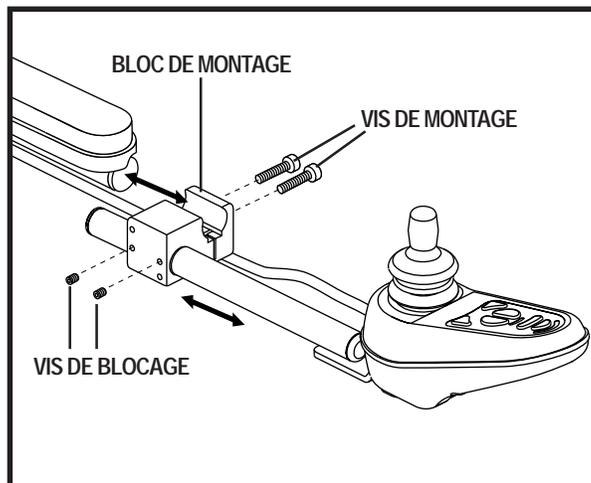

Figure 18. Position du contrôleur (bloc de montage montré)
4. Desserrez les vis sur le bloc de montage du contrôleur. Voir la figure 18.
1. Desserrez les vis de blocage sur le bloc de montage. Voir les figures 18 et 19.